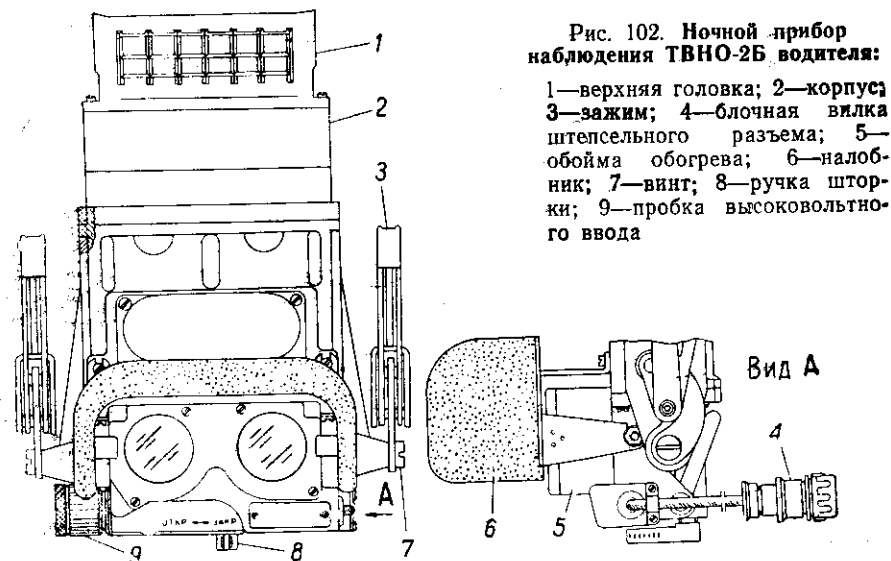

Рис. 102. Ночной прибор наблюдения ТВНО-2Б водителя:
- а) прибора наблюдения ТВНО-2Б (рис. 102);
В приборе имеется экранирующее устройство (шторка), предназначенное для предохранения прибора от засветок посторонними источниками света. Управление шторкой осуществляется ручкой 8 (см. рис. 102). В нерабочем положении прибора ручка шторки должна находиться в положении ЗАКР.